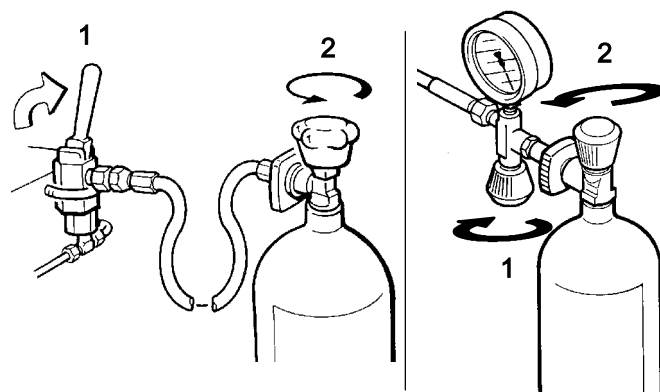

Рис. 11 Заправка баллонов сжатого воздуха
- Сначала откройте заправочный клапан (1, Рис. 11).
- Затем откройте кран баллона (2) – начнётся заправка баллона сжатым воздухом.